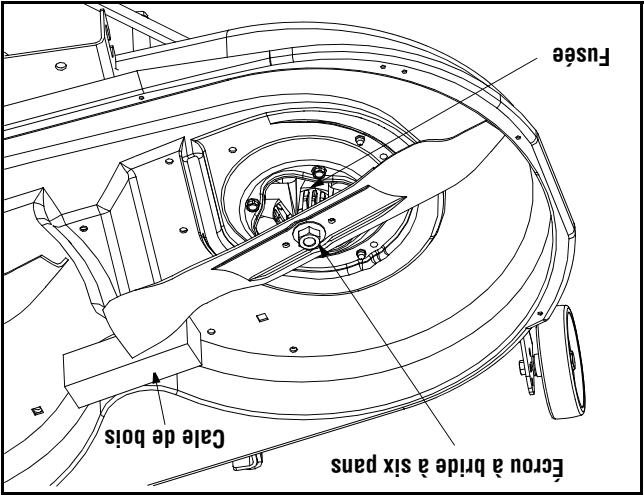

Figure 19
- Placez une cale de bois entre le déflecteur au milieu du plateau et la lame. Voir la Figure 19.
- Utilisez une clé de 15/16 po pour retirer l'écrou à bride à six pans qui maintient la lame. Voir la Figure 19.